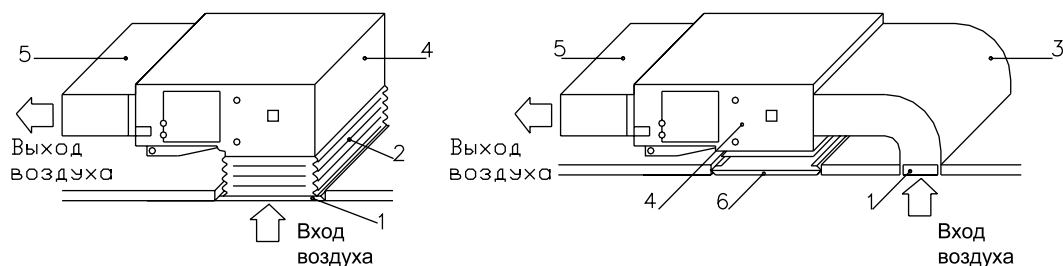

Рисунок 6.22 — Подключение воздухопроводов к блоку
• С целью снижения вибрации всасывающая труба воздуховода должна соединяться с потолочной заборной решеткой гибким воздухопроводом (рис.6.22).